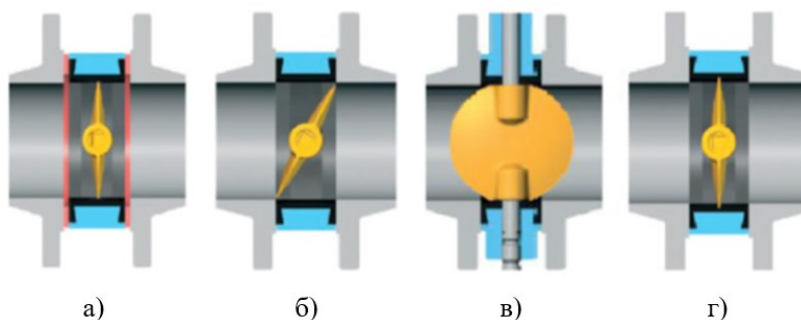

Рисунок 5.79. Процедура установки затвора
Не допускается применение дополнительных прокладок и любых герметизирующих материалов (герметиков) между затвором и ответными фланцами трубопровода, рис. 5.79а).
Диск должен быть приоткрыт, не выходя за корпус затвора, рис. 5.79б).
- ▶ Выполнить пробное открытие-закрытие затвора (рис. 5.79в).
В случае монтажа затвора с диском в закрытом положении, седловое уплотнение затвора (манжета) деформируется, и дальнейшее открытие диска будет затруднительным или невозможным, рис. 5.79 г).